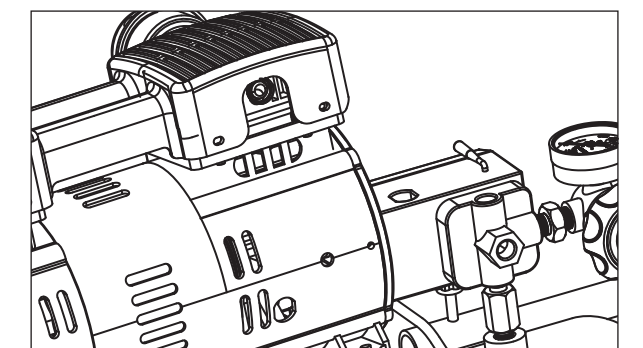

Figure 2
**Manostat** - Interrupteur marche/arrêt automatique - En mode « Auto On », le compresseur s'arrête automatiquement lorsque la pression du réservoir atteint la pression maximale préalablement réglée. Une fois l'air du réservoir utilisé et que la pression descend au niveau inférieur préalablement réglé, le manostat remet le réservoir en marche automatiquement. En mode « Off », le compresseur ne fonctionnera pas. Cet interrupteur devrait être en position « Off » lors du branchement ou du débranchement du cordon d'alimentation de la prise électrique. (Figure 2)